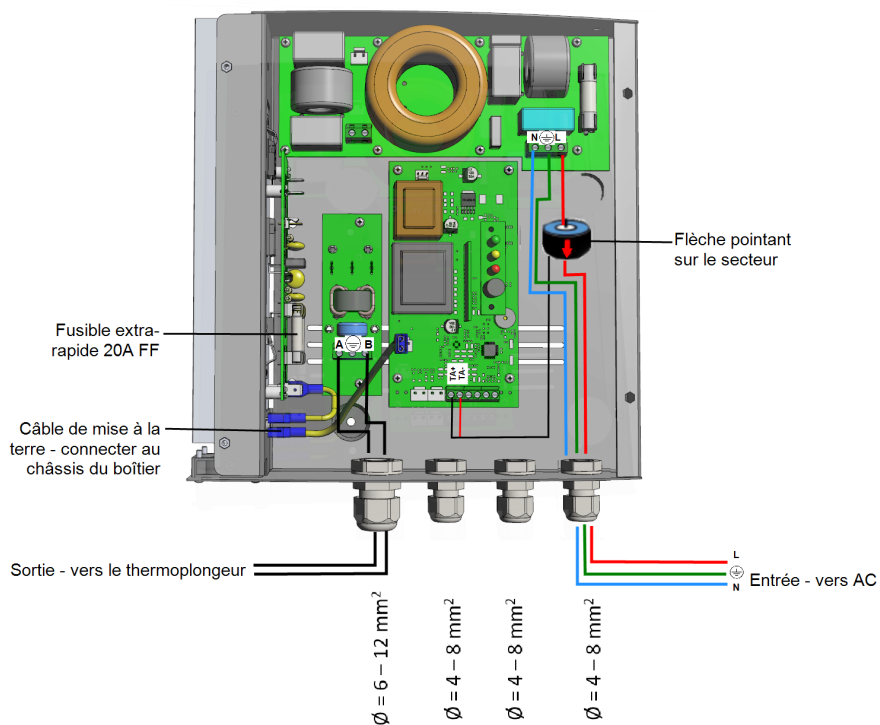

Figure 3: Connexions du Régulateur thermo-plongeur
- Reportez-vous à la Figure 3.
Ne pas raccorder la sortie de l'appareil (marquée A & B) sur le réseau, sous peine d'endommager l'appareil. Raccorder le réseau AC sur l'entrée repérée uniquement (voir Figure 3).